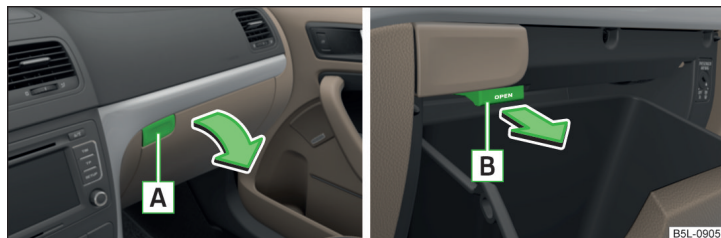

Fig. 88 **Abrir el compartimento guardaobjetos / Abrir la entrada de aire**
- Para **abrir** presionar la tecla **A**. La tapa se abre en el sentido de la flecha » fig. 88.
- Para **abrir**, tirar la palanca **B** en el sentido de la flecha hasta el tope » fig. 88.